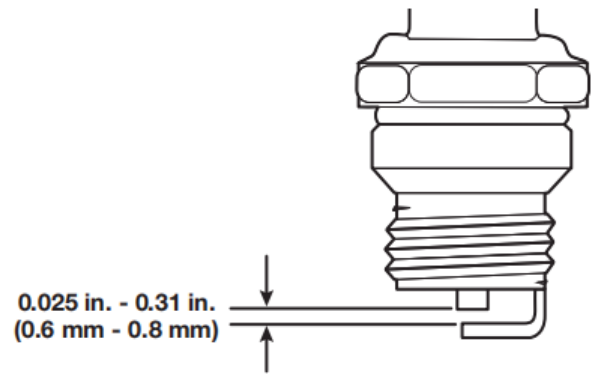

Fig. 15
- 5) Gebruik een voelmaat om de luchtspleet in te stellen op 0,6 - 0,8 mm (Fig. 15).